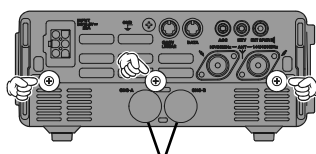

Figure 2 Plastic Cap
5. Enlever le capuchon plastique, correspondant au libellé ("A" ou "B") du compartiment batterie dans lequel la **FNB-78** a été installée, du couvercle du fond, avant de tourner le capuchon de plastique de telle manière que la petite protubérance du capuchon soit alignée avec la rainure du couvercle du fond (Figure 2).